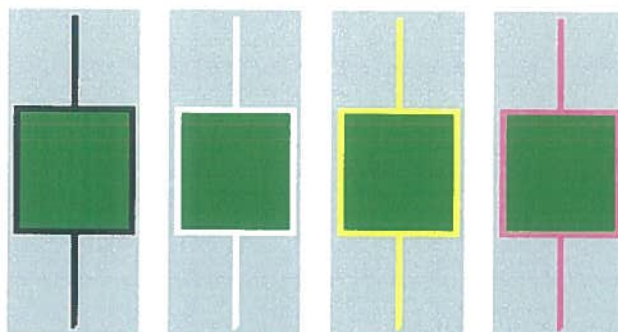

Fig. 7.13. Fig. 7.14. Fig. 7.15. Fig. 7.16.
- Prezență tensiune pe ambii poli ai întreruptorului (fig. 7.13);